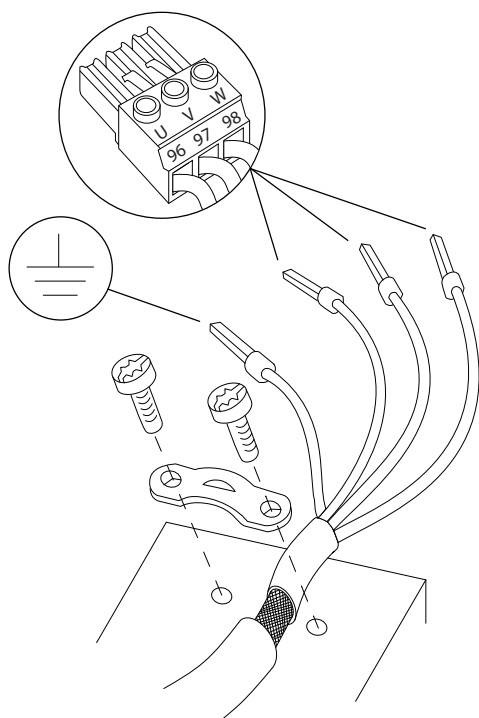

Bild 4.5 Motoranslutning
3. Anslut jordningsledningen till närmaste jordningsplint, i enlighet med jordningsinstruktionerna i kapitel 4.3 Jordning, se Bild 4.5.
4. Anslut trefasmotorkablarna till plint 96 (U), 97 (V) och 98 (W), se Bild 4.5.